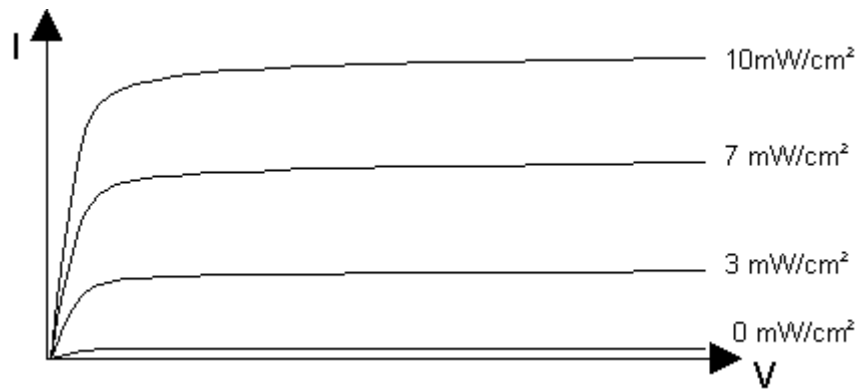

Figura 9.17: Curvas características de un fototransistor típico
3. Las curvas de funcionamiento de un fototransistor son las que aparecen en la Figura 9.17. Como se puede apreciar, son curvas análogas a las del transistor BJT, sustituyendo la intensidad de base por la potencia luminosa por unidad de área que incide en el fototransistor.